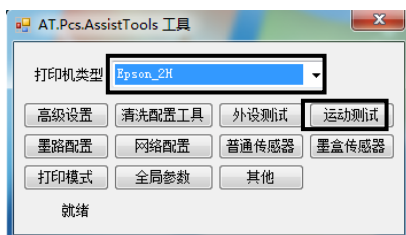

图 7.1 T 工具界面
1、双击打开“AT.Pcs.AssistTools.exe”，进入 T 工具界面。选择当前机型为 Epson\_2H 如图 7.1 点击“运动测试”，进入运动测试界面。